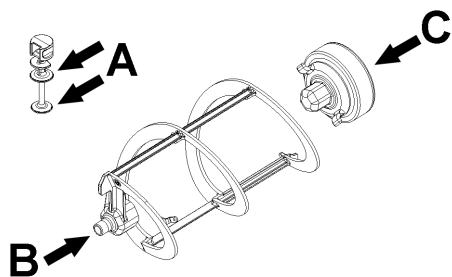
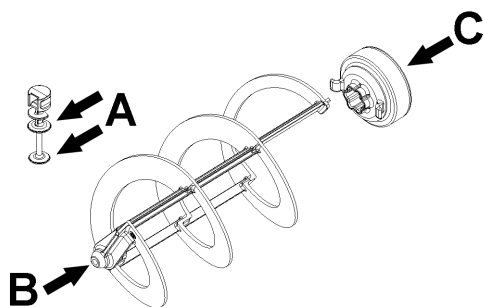

figure 9
figure 10
- 2 Lubrifier le piston du robinet, le joint hexagonal et le mélangeur aux points indiqués dans la (voir figure 9) (NG6) o (voir figure 10) (NG10). Utiliser uniquement la graisse fournie avec la machine ou une autre graisse prévue pour un usage
**3** Remettre le robinet en place sur le bac en effectuant les opérations de la (voir figure 9) (voir figure 10) en sens inverse.